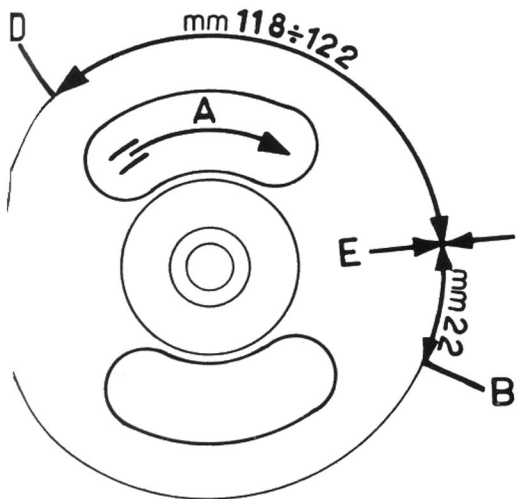
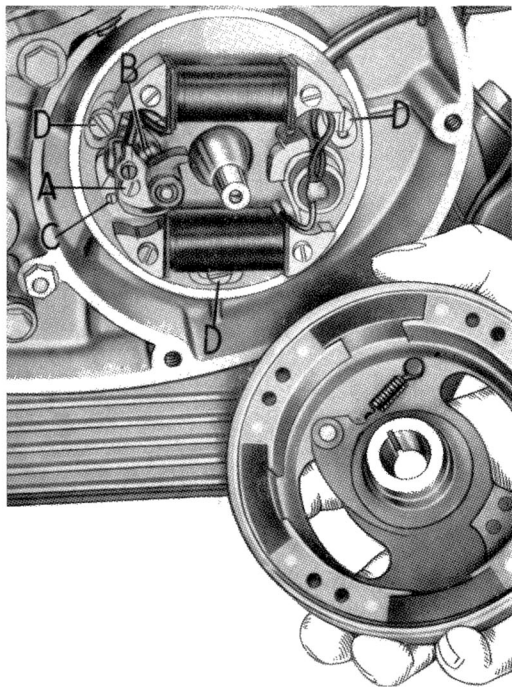

Fig. 30 - Schema per la messa in fase del motore.
Fig. 32 - Come si presenta l'interno del volano - magnete - alternatore.
- 3) compiere il controllo della fasatura agendo nel seguente modo: col pistone a punto morto superiore, con valvole chiuse, dare un giuoco alla valvola di scarico di mm. 0,50; indi tenendo il volano nella posizione di PMS (la freccia tracciata sul volano deve corrispondere alla freccia tracciata sul basamento, (vedere fig. 30) misurare e segnare sulla periferia di questo mm 118÷122 in senso anti-orario partendo dal PMS come illustrato a fig. 30. Ruotare il volano in senso orario, quel tanto da far corrispondere il segno della misura suddetta colla freccia tracciata sul basamento; a questo punto la valvola di scarico deve dare inizio all'apertura. Messo così a punto lo scarico anche l'aspirazione si trova in fase;
<p data-bbox="100 225 128 246">19</p> <p data-bbox="187 225 551 250">Messa in fase dell'accensione.</p> <p data-bbox="187 261 915 542">Dopo aver montato sul motore il volano magnete alternatore (vedere istruzioni a operazione 032) passare al controllo dell'apertura delle puntine agendo nel seguente modo: verificare se l'apertura dei contatti (B) (vedere fig. 32) corrisponde alla misura prescritta (lo spessore di 0,4 mm deve entrare leggermente forzato fra le due puntine). Qualora la suddetta misura dovesse risultare maggiore o minore allentare di mezzo giro la vite (A) che blocca la squadretta porta contatto fisso, spostare la squadretta quel tanto da ottenere la prescritta apertura dei contatti agendo sulla vite eccentrica (C), indi bloccare nuovamente la squadretta mediante la vite (A).</p> <p data-bbox="187 553 915 644">N.B. - Effettuare questa registrazione con la camma del ruttore in posizione di massima apertura e verificare lo stato della superficie dei contatti: deve risultare piana e pulita (non ossidata), se occorre ravvivarla usare apposita limetta a taglio finissimo.</p> <p data-bbox="187 654 915 698">Dopo di questo procedere all'operazione della messa in fase agendo nel seguente modo:</p> <p data-bbox="187 708 915 905">Portare il pistone a punto morto superiore (la freccia tracciata sul volano deve corrispondere alla freccia tracciata sul basamento, vedere fig. 30). Tenendo il volano in questa posizione misurare e segnare sulla periferia di questo mm 22 in senso orario a partire dal P.M.S. come illustrato a fig. 30; indi ruotare il volano di circa <math>\frac{1}{5}</math> di giro in senso antiorario inserendo fra le puntine una listerella di carta velina (molto fine). Ruotare nuovamente il volano in senso orario operando una certa tensione per togliere la carta; nell'istante</p>